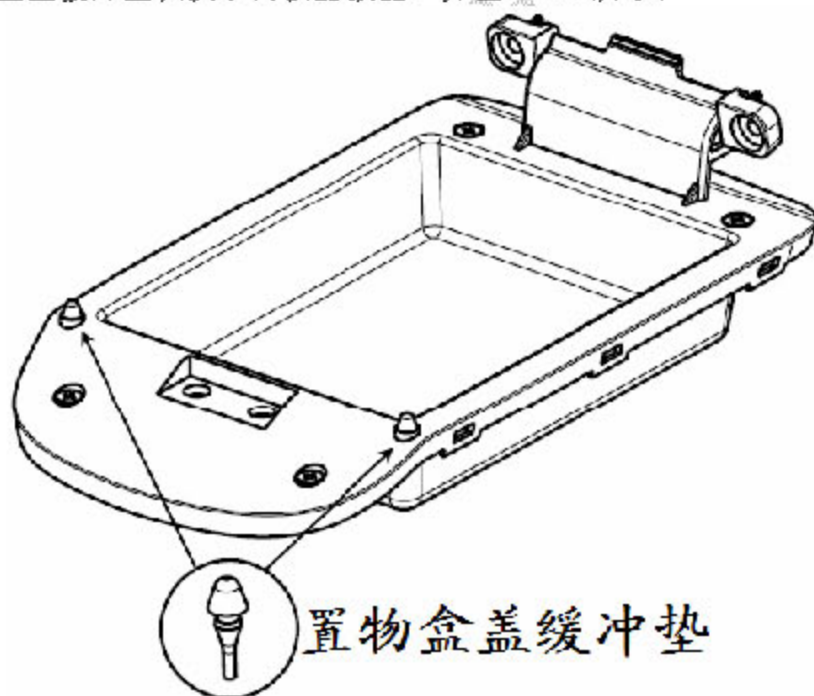

图 6-3-7 副仪表板扶手组件的分拆 3
3). 将置物盒盖缓冲垫从扶手内板上拔出。如图 6-3-7 所示: